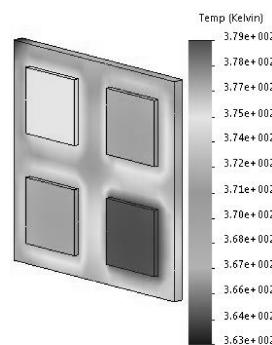

图 9-10 瞬态热力分析结果图解
- 瞬态热力分析：在这种分析中，只关心模型的热力状态与时间的函数关系。例如，热水瓶设计师知道里面的流体温度最终将与室温相等（稳态），但设计师感兴趣的是找出流体的温度与时间的函数关系。在指定瞬态热分析的材料属性时，需要指定热导率、密度和比热。此外，还需要指定初始温度、求解时间和时间增量。图 9-10 为某零件的瞬态热力分析结果图解。